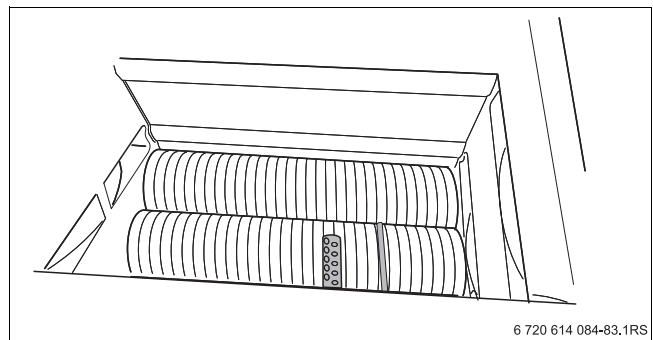
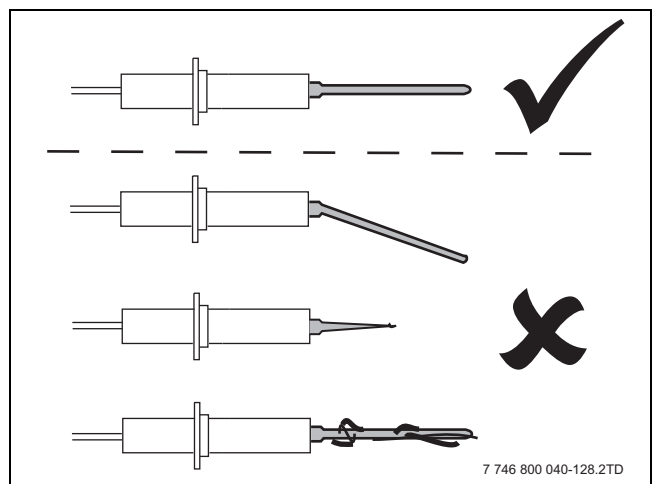

Bild 67 Überwachungselektrode und Glühzünder prüfen
Bild 68 Überwachungselektrode prüfen
- Separate Teile der Zündeinrichtung (→ 69) auf Verschleiß, Beschädigung oder Verschmutzung prüfen (→ Bild 67 und Bild 68).